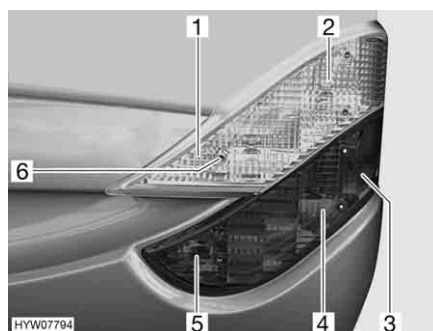

Fig. 243 Luci posteriori (lato anteriore)
- Svitare le sei viti ad esagono cavo (Fig. 243,6).